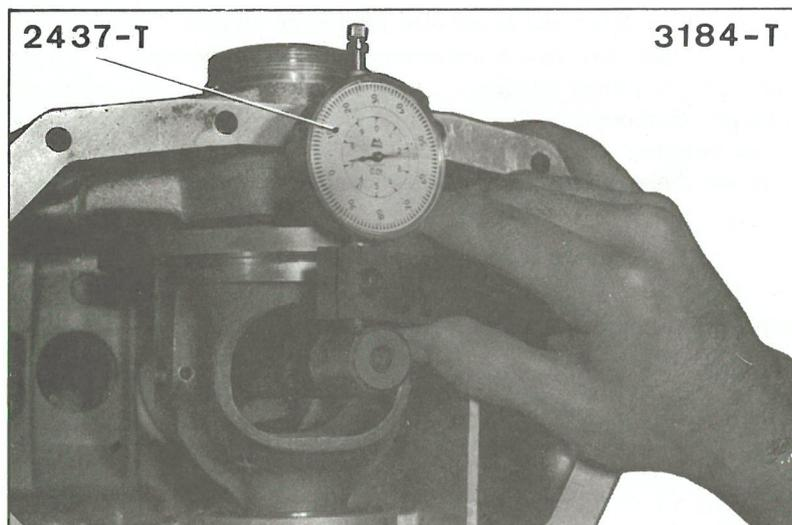

Abb. 3
- f) Die Stärke der Einstellscheibe bestimmen, die in die rechte Gehäusehälfte einzubauen ist. (s. Abb. 3)